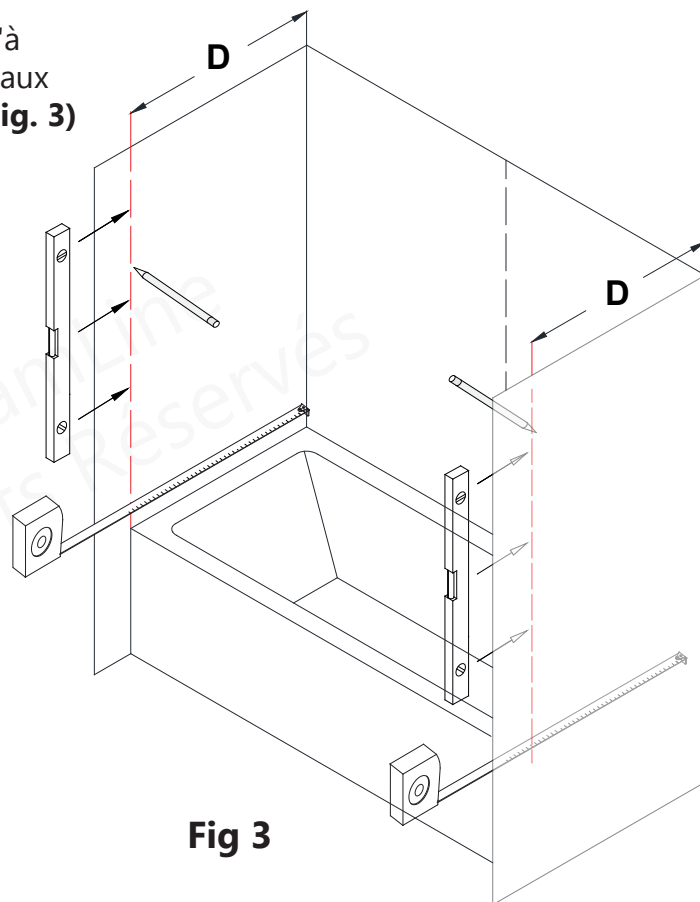

Fig 3
3. Mesurez les murs latéraux à partir du coin jusqu'à l'avant, là où le **panneau latéral (N° 01)** sera taillé aux dimensions. Identifiez cette mesure comme «**D**». (**Fig. 3**)